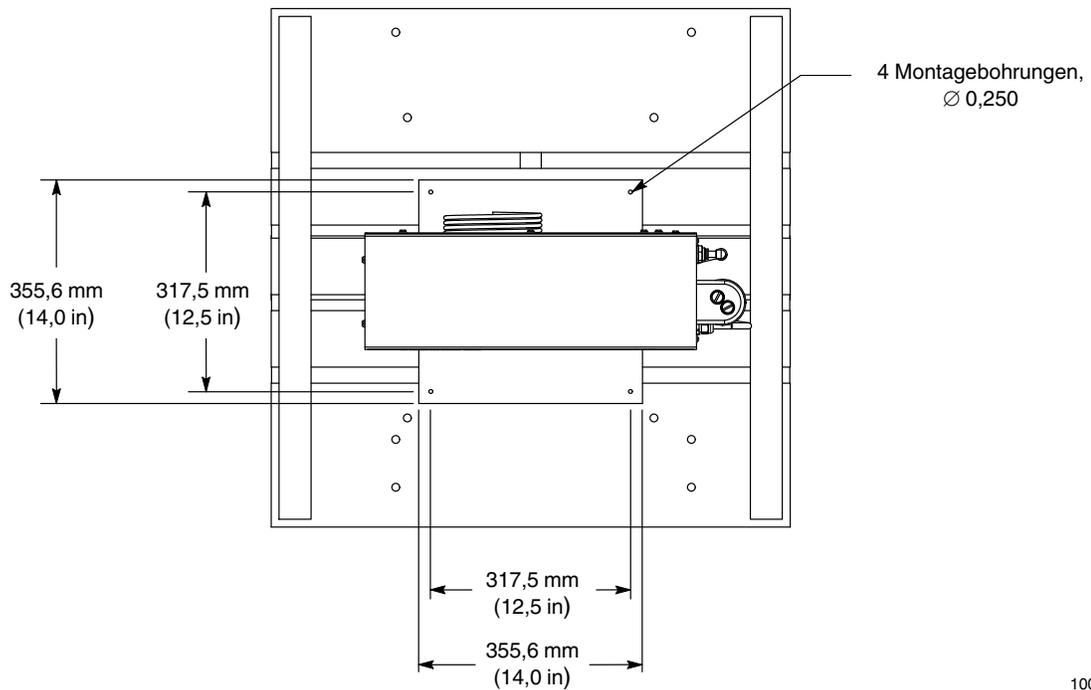

Abbildung 3-1 Verankerungsfuß
1. Siehe Abbildung 3-1. Mit dem Steinbohrer Löcher in die Plattform bzw. den Boden bohren, dabei die Maße der Abbildung beachten.